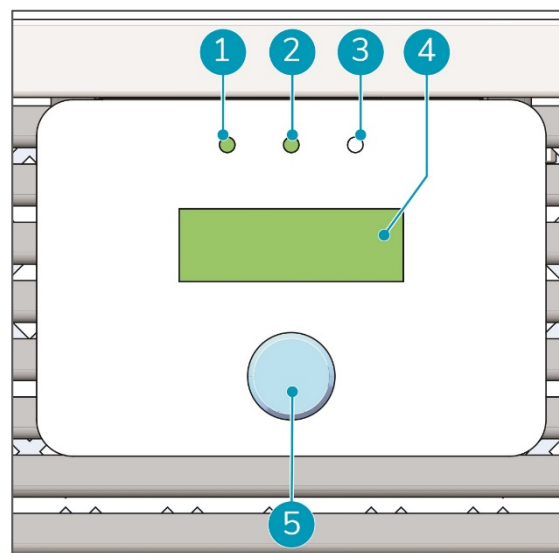

Abbildung 10
- LED-Anzeigen (Abbildung 10, Pos. 1, 2 und 3)
- Display (Abbildung 10, Pos. 4)
- Bedienknopf (Abbildung 10, Pos. 5)
- Die grüne LED (Abbildung 10, Pos. 1) links auf dem Bedienfeld wird eingeschaltet.
2. Drücken Sie den Bedienknopf (Abbildung 10, Pos. 5), um das Display zu aktivieren.
- Die grüne LED in der Mitte des Bedienfelds (Abbildung 10, Pos. 2) leuchtet. Sie meldet die Betriebsbereitschaft des i-air Pro.
Wenn ein Fehler auftritt, gibt der i-air Pro einen Alarmton aus und die rote LED (Abbildung 10, Pos. 3) auf der rechten Seite des Bedienfelds wird eingeschaltet. Unter 6.4.7 Statusmenü auf Seite 25 finden Sie Informationen zum aufgetretenen Fehler. Unter Fehlerbehebung auf Seite 31 werden Lösungen beschrieben. Wenden Sie sich an den örtlichen i-team-Partner für Vertrieb und Kundendienst, wenn Sie das Problem nicht beheben können.